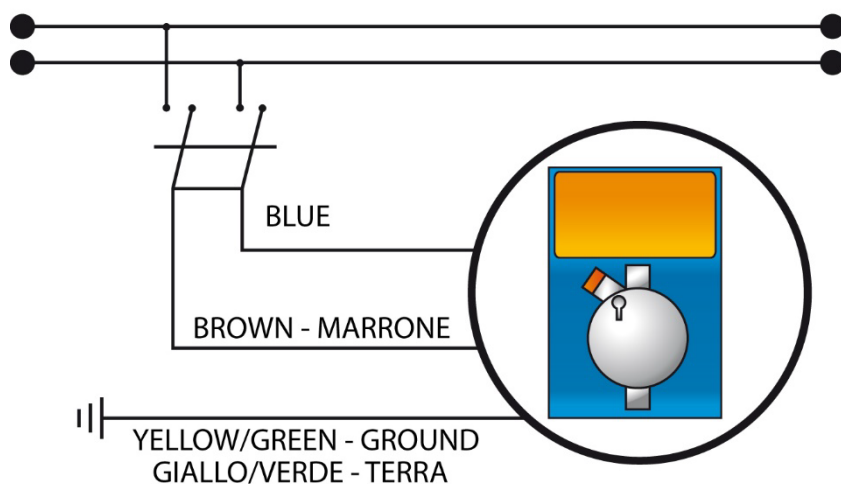

Fig.4 - Conexión eléctrica
- Asegurarse de que la misma esté desactivada eléctricamente (ambas polaridades), desenchufando los conductores de los puntos de contacto de la red, mediante la apertura de un interruptor omnipolar, con una distancia mínima entre los contactos de 3 mm (Fig.4).